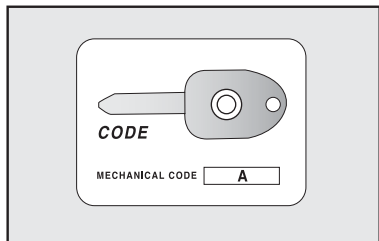

fig. 2
Com o conjunto de chaves é entregue o CODE CARD **fig. 2** no qual é indicado:
**A-fig. 2** - O código mecânico das chaves a comunicar à **Rede Assistencial FIAT** para pedir cópias das chaves.